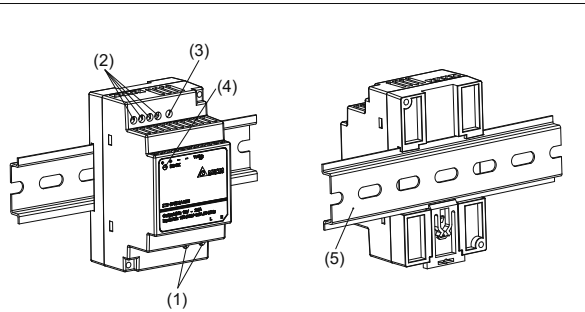
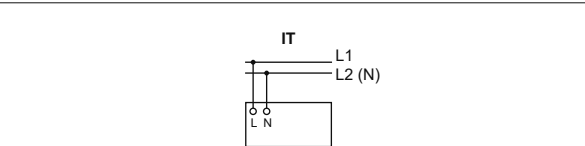

Figure 1
Figure 5
2. Gerätebeschreibung (Abb. 1)
4.1. Anschluss der Eingangsklemmen (Abb. 1, Abb. 5)
Verwenden Sie die Eingangsklemmen L und N (Schutzleiter), um den 100-240Vac-Anschluss herzustellen. Abb. 5 zeigt den Anschluss an die unterschiedlichen Netztypen.
4.2. Anschluss der Ausgangsklemmen (Abb. 1 (2))
Verwenden Sie die Schraubklemmen „+“ und „-“, um den 12Vdc-Anschluss herzustellen. Am Ausgang stehen 12Vdc zur Verfügung. Die Ausgangsspannung kann am Potentiometer zwischen 11,5 und 14,5Vdc eingestellt werden. Die grüne LED „DC OK“ zeigt die korrekte Funktion des Ausgangs an (Abb. 1 (4)). Das Gerät verfügt über einen Kurzschluss-, Überlast- und Überspannungsschutz, der auf 17,4Vdc begrenzt ist.